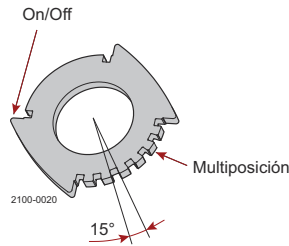

Figura 3. Caperuza de posicionamiento
- Mango multiposición con bloqueo. El candado puede montarse tal y como se muestra en la figura 3. **¡Nota!** El candado no se incluye en el envío